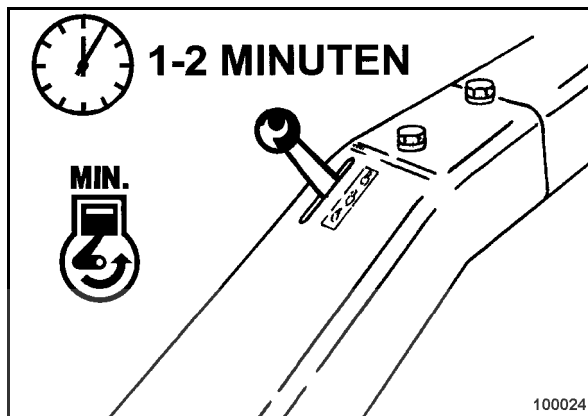

fig. 19
- Positionner le levier de réglage du régime (fig. 19) sur "MIN".